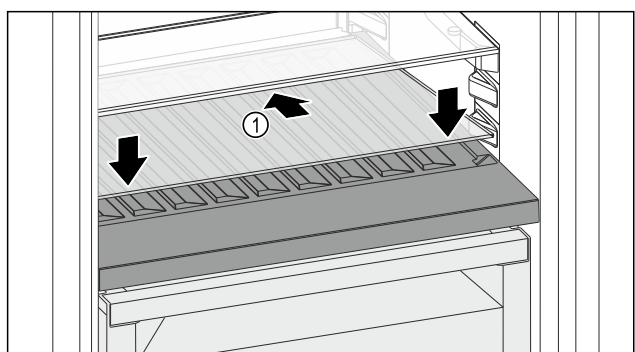

Fig. 98
- Ustawić płytę szklaną Fig. 98 (1) pod ukosem, nachyloną do tyłu w dół.
- Opuścić płytę szklaną Fig. 98 (1) z przodu.